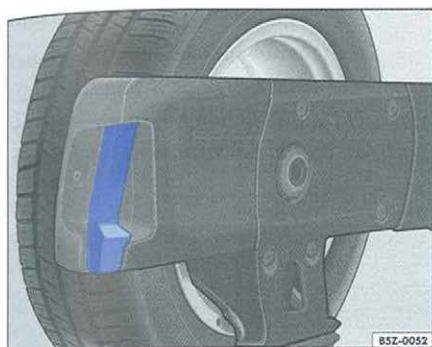

Fig. 45 Palanca para abatir el soporte de la rueda de repuesto
– Tras haber cerrado la tapa del maletero, tire la palanca ⇒ fig. 45 y empuje ligeramente el soporte hacia la tapa, hasta encastrarlo ⇒ ⚠.